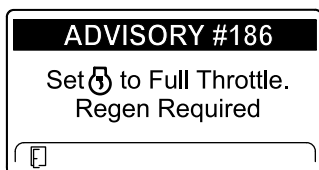

Рисунок 52
**Примечание:** Если температура выхлопа двигателя слишком низкая, на дисплее инфо-центра появится ИНФОРМАЦИОННОЕ СООБЩЕНИЕ № 186 (Рисунок 52), чтобы сообщить, что необходимо установить максимальное положение дроссельной заслонки (высокая частота холостого хода).